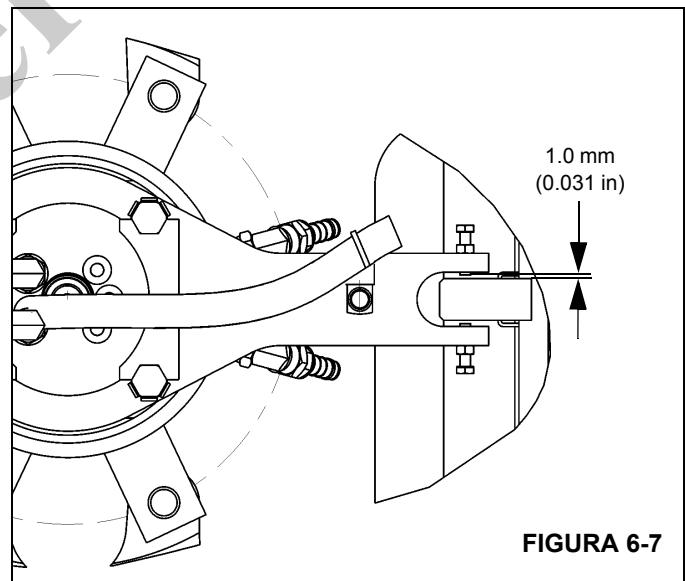

FIGURA 6-7
**NOTA:** Deje un espacio máximo de 1/32" (1 mm) entre cada perno y la orejeta de retención en el chasis. No apriete el perno contra la orejeta (Figura 6-7).